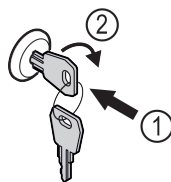

Fig. 126 Példaként szolgáló ábrázolás
- Dugja be a kulcsot Fig. 126 (1).
- Forgassa el a kulcsot 90°-kal az óramutató járásával megegyező irányba Fig. 126 (2).